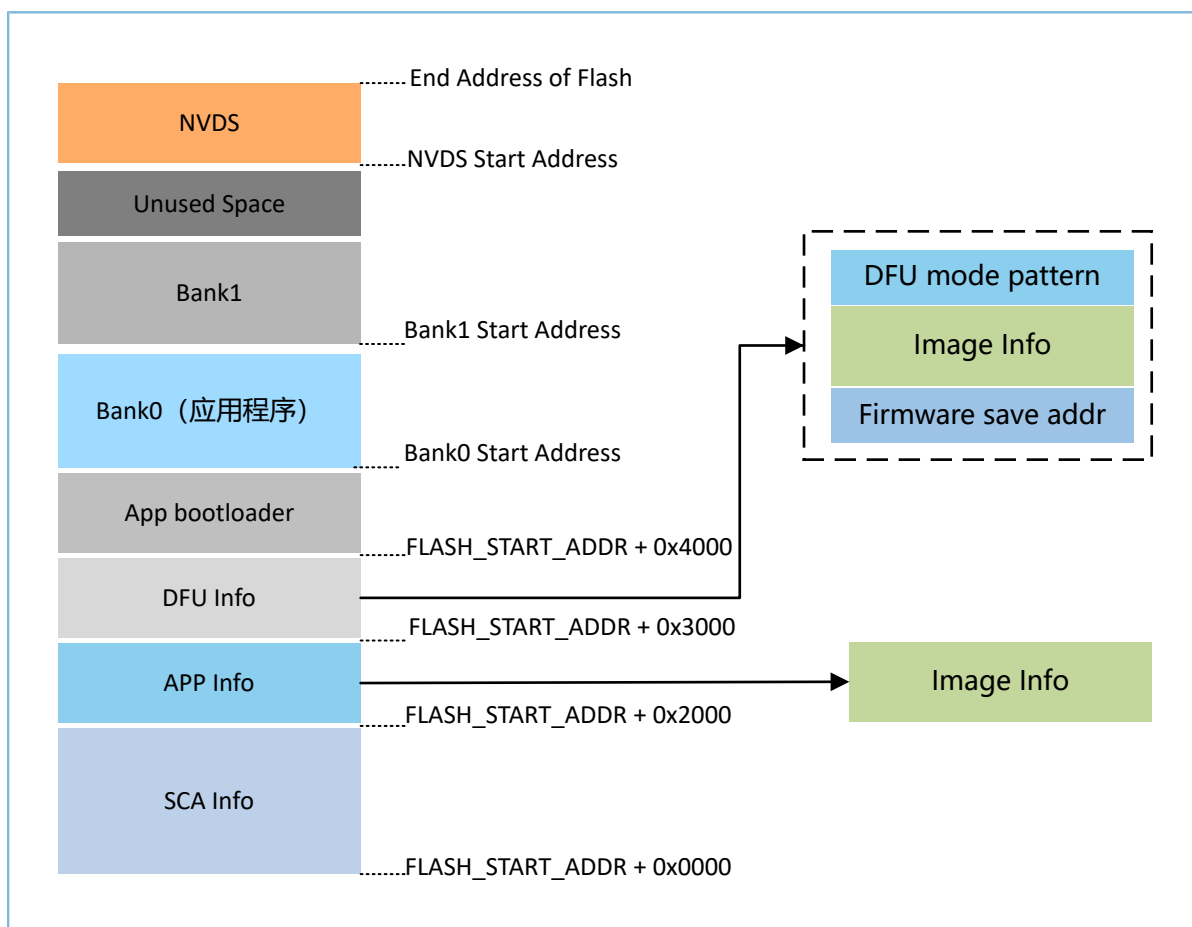

图 2-1 Flash布局设计
3. 当固件全部写入完毕后，将新固件的固件信息（图 2-1 中的Image Info）、新固件存放区域的起始地址（图 2-1 中的Firmware save addr）、当前执行的DFU模式（图 2-1 中的DFU mode pattern）更新至DFU Info区域。